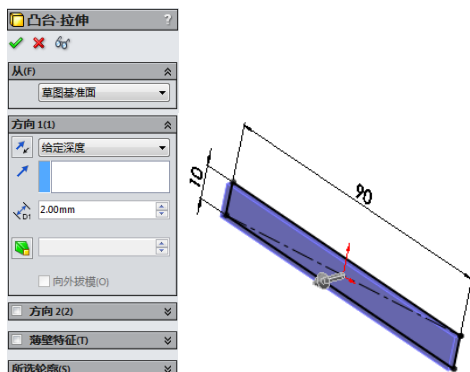
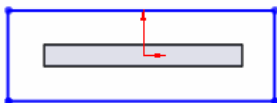

图 10-149 进行拉伸操作
图 10-150 绘制矩形
③ 生成“拉伸”特征。单击“特征”工具栏中的“拉伸凸台/基体”按钮, 或执行“插入”→“凸台/基体”→“拉伸”菜单命令, 系统弹出“凸台-拉伸”属性管理器。在方向 1 的“深度”栏中键入数值 2, 如图 10-149 所示, 单击“确定”按钮.
④ 绘制另一个草图。单击图 10-149 所示的拉伸实体的一个面作为基准面, 然后单击“草图”工具栏中的“边角矩形”按钮, 绘制一个矩形, 矩形要大于拉伸实体的投影面积, 如图 10-150 所示。
⑤ 生成“拉伸”特征。单击“特征”工具栏中的“拉伸凸台/基体”按钮, 或执行“插入”→“凸台/基体”→“拉伸”菜单命令, 系统弹出“凸台-拉伸”属性管理器, 在方向 1